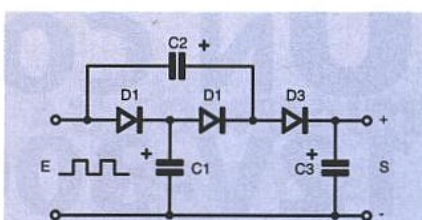
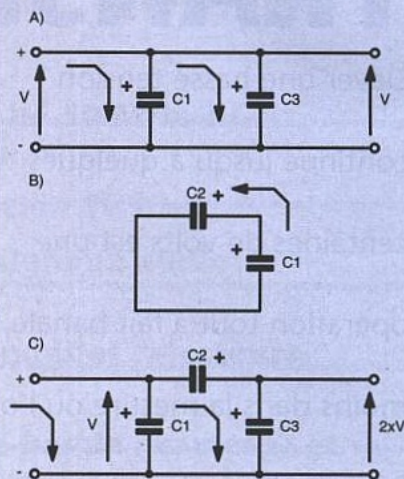
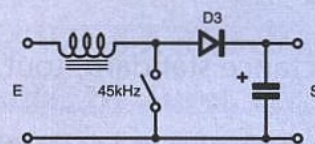

Figure 4 : le doubleur de tension exploité.
Figure 5 : principe de fonctionnement du doubleur.
Figure 6 : l'étage attaquant le doubleur.
■ Figure 5
■ Figure 6
tenir 150 à 200 V sans difficulté particulière, mais au prix de courants de pointe pouvant atteindre quelques ampères dans la self, le transistor, et la diode : il faut donc dimensionner ces composants en conséquence ! Pour monter encore plus haut avec un courant de sortie suffisant, nous avons songé à mettre en oeuvre un doubleur de tension à diodes et condensateurs, selon le schéma de la figure 4. Pour bien comprendre le principe exploité, il est commode de raisonner sur les trois situations possibles, détaillées à la figure 5.
Il faut considérer que le doubleur de la figure 4 est monté à la sortie de l'élevateur à découpage de la figure 6, dont le fonctionnement est le suivant : Lorsque l'interrupteur (en fait le transistor MOS) est fermé, la tension d'entrée fait circuler un courant dans l'inductance, dont le noyau accumule progressivement une certaine énergie magnétique.
A la mise sous tension du montage, tous les condensateurs sont déchargés : nous sommes donc dans le cas (A) de la figure 5, où les trois diodes sont passantes et permettent à C1 et C3 de se charger simultanément en haute tension.